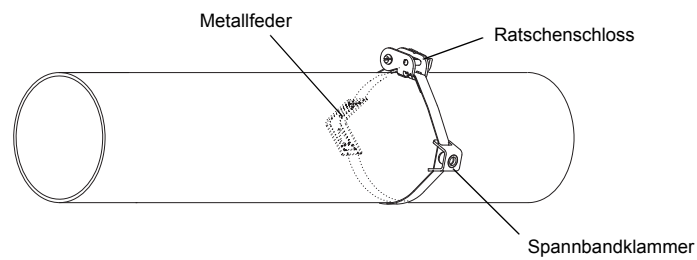

Abb. 9.41: Spannband mit Metallfeder, Ratschenschloss und Spannbandklammer am Rohr
- Legen Sie das Spannband um das Rohr (siehe Abb. 9.41).